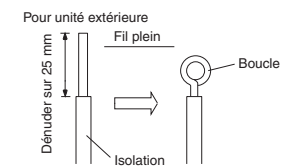

Fig. 3-54
- (1) Couper l'extrémité de câble avec une pince coupante, puis dénuder l'isolant pour exposer le fil plein sur environ 25 mm. (Fig. 3-54)